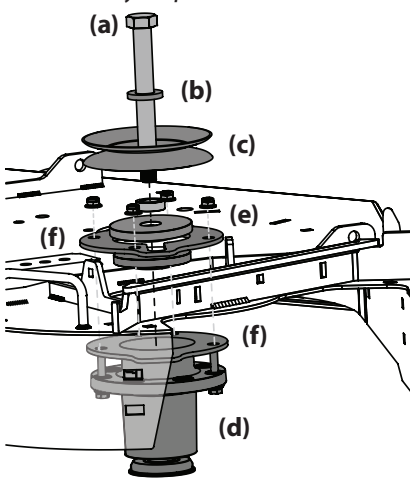

Figura 24
6. Extraiga el tornillo de seguridad hexagonal (a), y la arandela plana (b) que aseguran la polea del husillo (c) al conjunto del husillo (d). Consulte la Figura 24.
7. Extraiga las cuatro (4) tuercas de seguridad con brida (e) que aseguran el conjunto del husillo (d) y las dos placas de soporte (f) a la carcasa de la plataforma (g). Consulte la Figura 24.
8. Para instalar el conjunto del husillo realice el proceso en orden inverso. Cuando instale el nuevo conjunto del husillo, asegúrese de instalar los elementos de ferretería exactamente como se muestra en la Figura 24. Ajuste el tornillo de seguridad hexagonal (a) a 90-110 pies-libras y las tuercas de seguridad con brida (e) a 13-20 pies-libras.